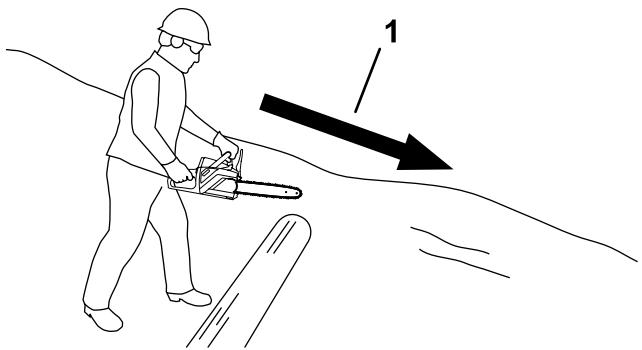

Figura 20
- Se il ceppo si trova su una collina, posizionatevi sempre a monte rispetto al ceppo (Figura 20).